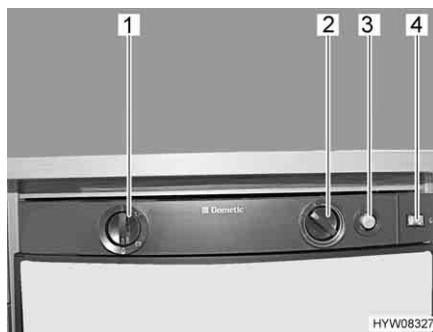

Fig. 127 Elementi di comando per il frigorifero (Dometic RMS)
- Posizionare il selettore di energia (Fig. 127,1) su "**▲**".
- Premere il pomello girevole (Fig. 127,2) fino allo stadio più alto, e mantenerlo premuto. Aspettare fino a che il gas non fluisce verso il bruciatore.
- Premere il pulsante di accensione (Fig. 127,3) e mantenerlo premuto. L'accensione avviene automaticamente.
- Mantenere premuto il pulsante di accensione (Fig. 127,3) finché l'indicatore di fiamma (Fig. 127,4) non diventa verde e poi rilasciarlo.
- Tenere premuto il pomello girevole (Fig. 127,2) per altri 10-15 secondi, poi rilasciarlo.
- Posizionare il selettore di energia (Fig. 127,1) su "".
- Impostare la temperatura di refrigerazione con il pomello girevole (Fig. 127,2).